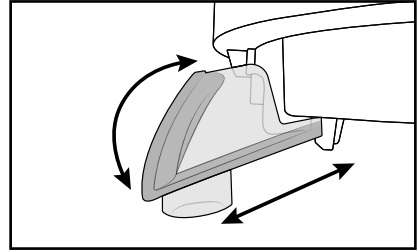

Fig. 1
- 1) Emboîtez le collecteur de pulpe **6** dans le logement correspondant sur le collecteur de jus **5**. Le bec verseur **11** doit être placé sur le côté opposé. Commencez par l'emboîter avec le crochet dans la petite ouverture située sur le collecteur de jus **5**, puis relevez-le et enfoncez-le dans le support (voir fig. 1).
- Pour le nettoyage, retirez le bec verseur **11** du collecteur de jus **5** (voir fig. 1).